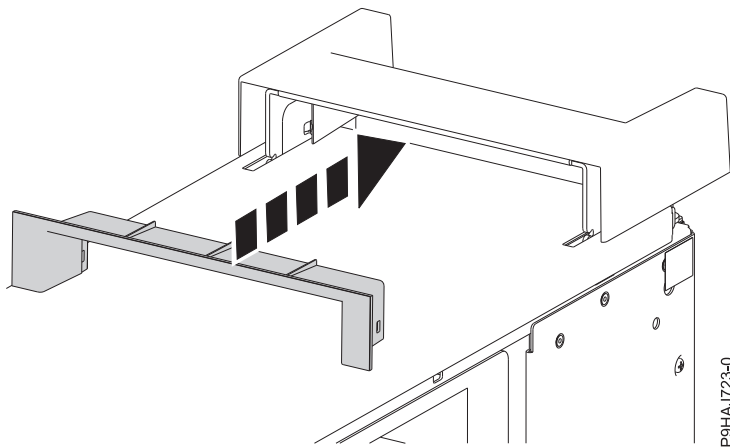

Abbildung 24. Plastikelement innerhalb der Griffabdeckung einsetzen
5. Setzen Sie das Plastikelement innerhalb der Griffabdeckung ein, indem Sie es fest in die Griffabdeckung drücken (siehe Abb. 24).